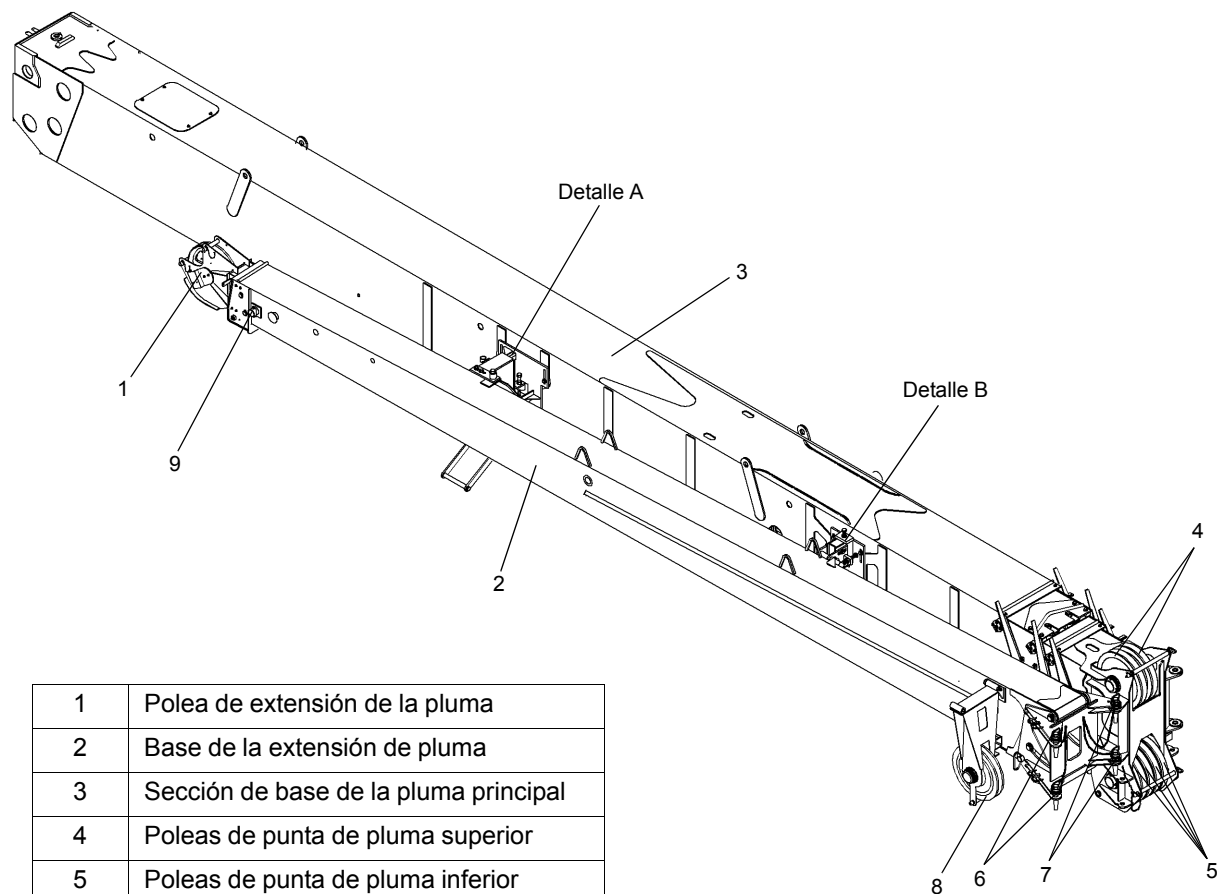

FIGURA 4-12
4. Saque las pinzas de retención de los pasadores de fijación derechos (6) (Figura 4-9) (Figura 4-12) que están almacenados en la base de la extensión de pluma y saque los pasadores de fijación de la extensión (2) (Figura 4-9) (Figura 4-12). Inserte los pasadores de fijación del lado derecho a través de los adaptadores de fijación de la pluma y de anclaje de la extensión de pluma. Instale las pinzas de retención en los pasadores de fijación.